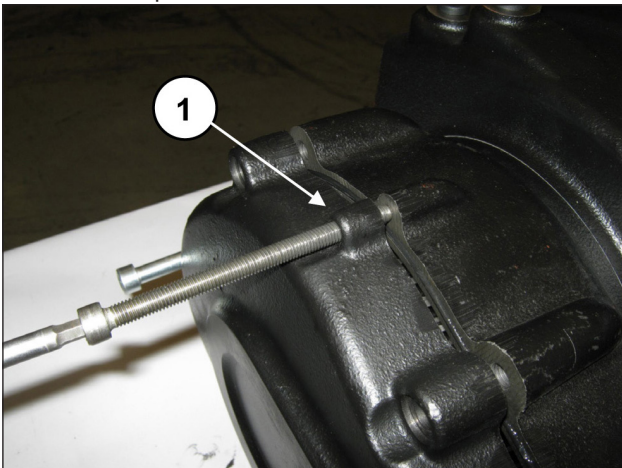

Fig. 6
Aperte gradualmente os três parafusos M8 (pos. ①, Fig. 6) com a função de extrator até remover completamente o grupo da cobertura e do pinhão